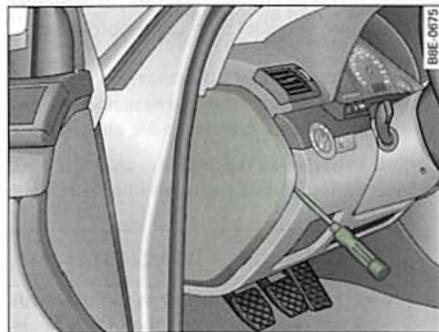

Fig. 244 Panel lateral izquierdo del tablero de instrumentos: Tapa de los fusibles
- Utilice un destornillador para abrir la tapa de los fusibles ⇒ fig. 244.